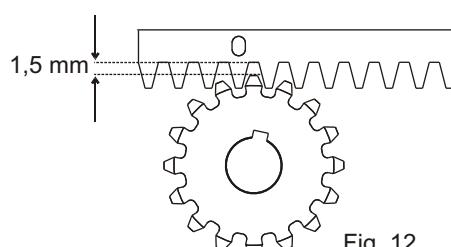

Fig. 12
**6.6.** Toda la cremallera tiene que ser elevada de 1,5 mm. para evitar que el peso de la cancela grave sobre el piñón (Fig. 12),